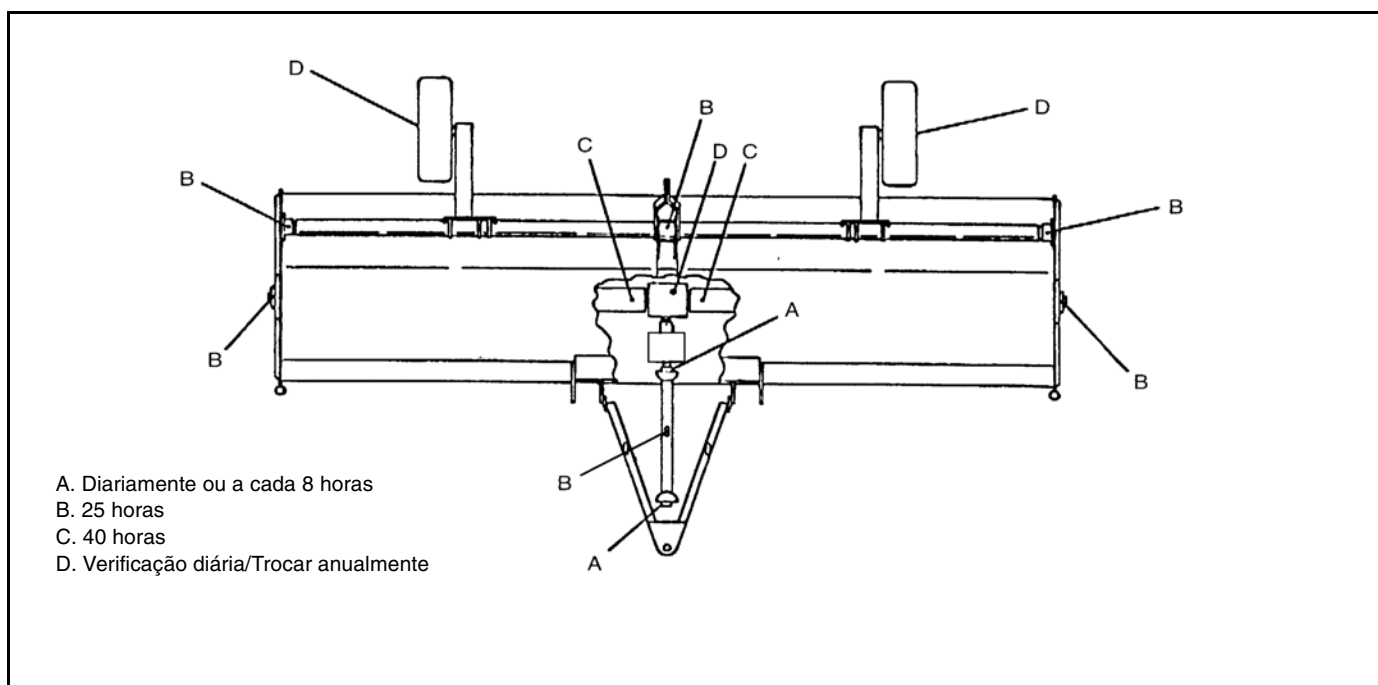

Figura 26. Pontos da lubrificação.
OBSERVAÇÃO: As recomendações são baseadas em condições normais de operação. Circunstâncias severas ou incomuns podem exigir lubrificação ou trocas de óleo mais frequentes. Consulte a Figura 26.
2. Verifique a caixa de engrenagens diariamente ou a cada 8 horas de operação. Consulte a Figura 26 para a localização do enchimento de óleo da caixa de engrenagens.